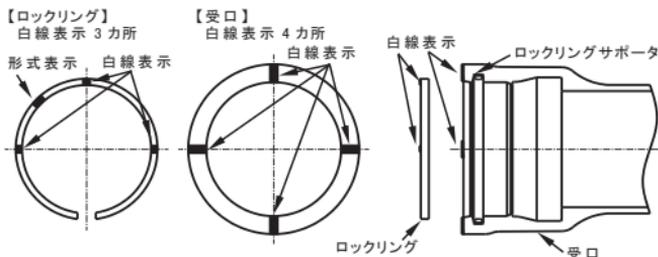

図14 ロックリングのセットの向き
- ①分割部は管底側にして、
- ②白線表示（円周3カ所）が受口端面側から見えるようにする（図14）。